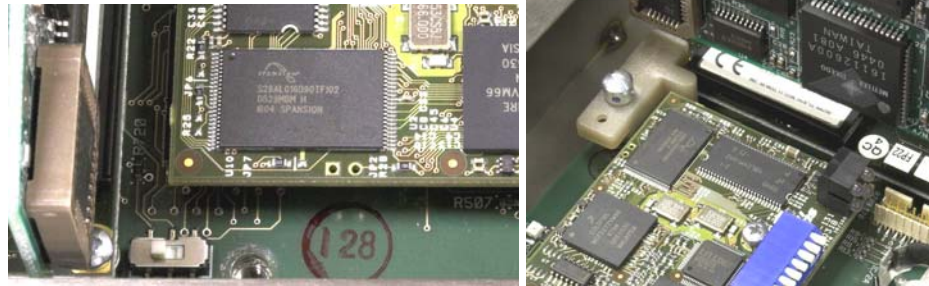

Figura 2-85: interruttore di sicurezza metrologica (a sinistra) e coperchio installato (a destra)
2. Installare il coperchio di sicurezza per impedire l'accesso a S-1, l'interruttore di sicurezza metrologia indicato in Figura 2-85, interruttori della PCB principale.